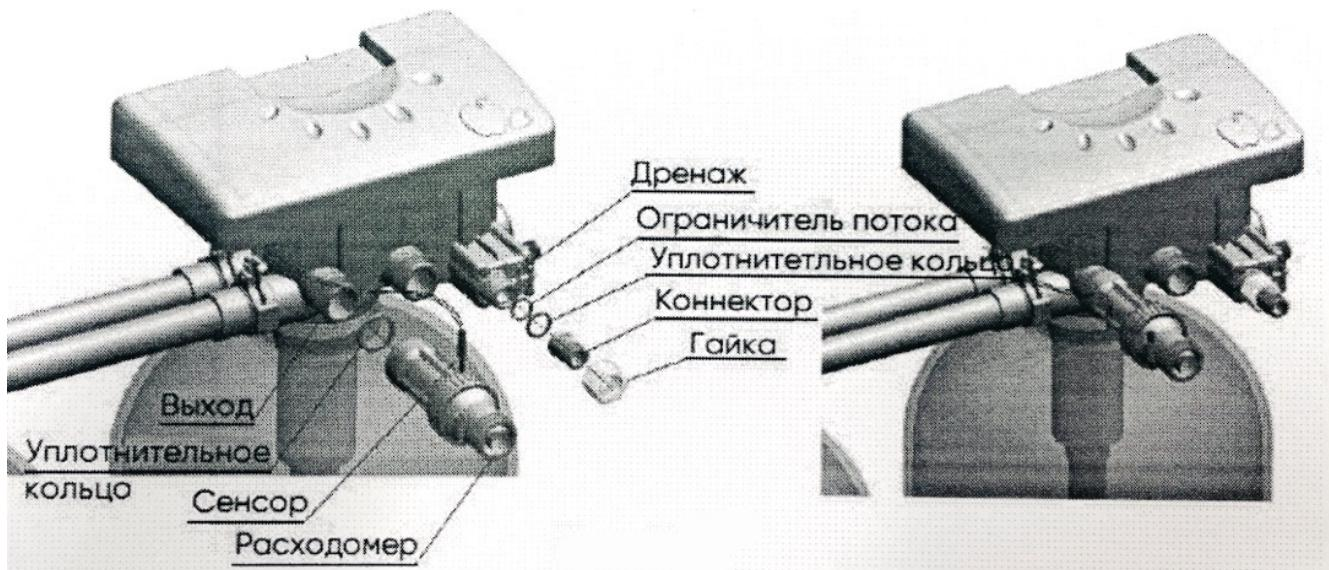

Рисунок 5
8.17 Установка расходомера и дренажного коннектора (см.рис. 5):